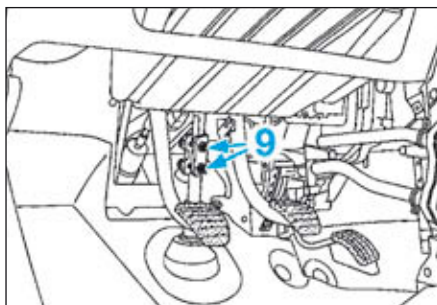

FIG.11
- les vis de fixation supérieures (8) de colonne de direction,
- les vis (9) de la chape de liaison (Fig.11).